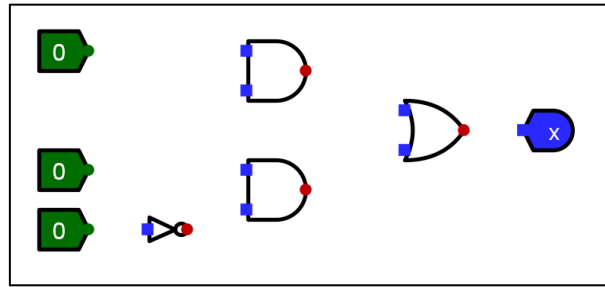
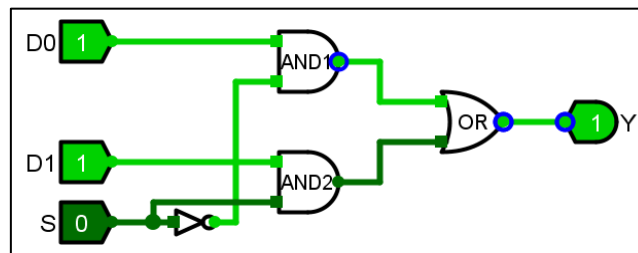

图 11.12 2 路选择器的部件图
图 11.13 2 路选择器电路图
1) 选择基本部件。根据 2 选 1 多路选择器（2 路选择器）的逻辑表达式  $Y = D0 \cdot \bar{S} + D1 \cdot S$ ，使用两个 2 输入与门、1 个 2 输入或门、1 个非门、3 个输入端和 1 个输出端实现两级与-或逻辑电路。在 Logisim 工作区中的部件布局如图 11.12 所示。
2) 部件互连。在图 11.12 的基础上实现 2 路选择器，电路图如图 11.13 所示。